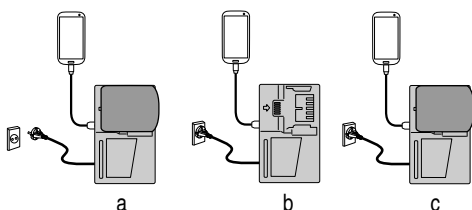

Fig. 6
- Chargement d'un périphérique USB à l'aide d'une batterie (Fig. 6-a)
- Charger un dispositif USB à partir d'une prise électrique (Fig. 6-b)
- Charger un dispositif USB et une batterie à partir d'une prise électrique (Fig. 6-c)